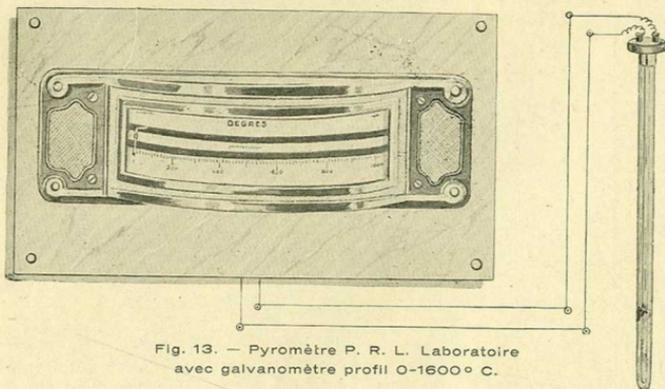

Fig. 13. — Pyromètre P. R. L. Laboratoire avec galvanomètre profil 0-1600° C.
B. Galvanomètre type profil de haute précision (fig. 13) en boîtier émaillé; haute résistance intérieure (150 ohms minimum) aiguille lamellaire, miroir de parallaxe, dispositif de réglage du zéro. L'exactitude des mesures est garantie à \pm ou $- 0,5$ % près.